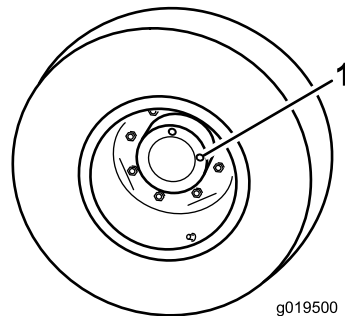

図 54
1. 水平な床面で、点検プラグの1つが時計の12時を指し、もう1つが3時を指すようにマシンを駐車する 図 54。
2. 3時の位置にあるプラグを外す 図 54。